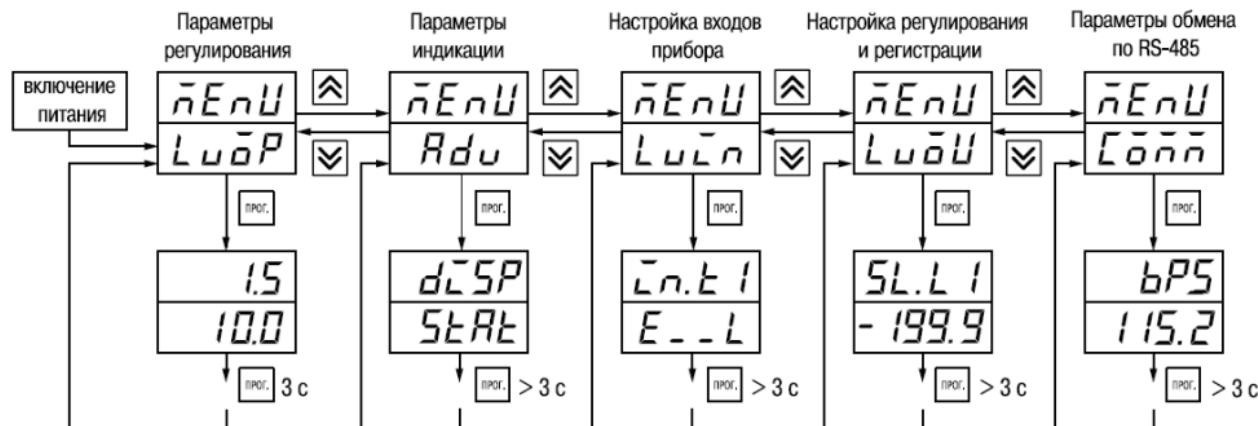

Рисунок 7.1
7.1.2 Основные параметры прибора объединены в 5 групп *ЛадP*, *Rdu*, *Ладп*, *ЛадU* и *Ладn*, составляющие меню прибора (рисунок 7.1).